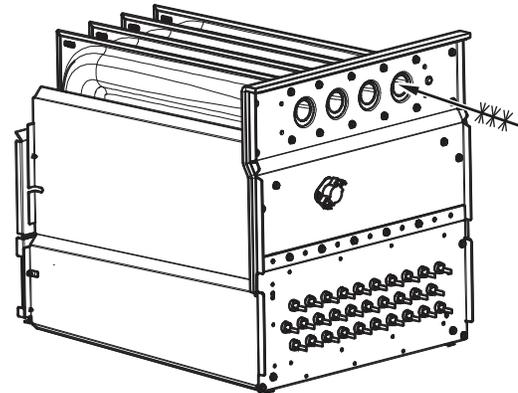

Fig. 69 – Nettoyage de la cellule de l'échangeur thermique ^{A11273}
7. Nettoyez les ouvertures de l'échangeur thermique à l'aide d'un aspirateur et d'une brosse douce. Consultez la Fig. 69.